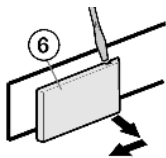

Fig. 6
- ▶ Kryt na straně madla Fig. 6 (6) povolte šroubovákem a sejměte směrem ven.